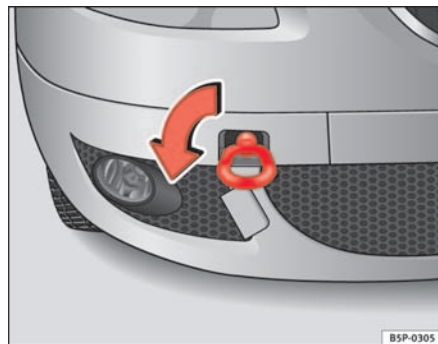
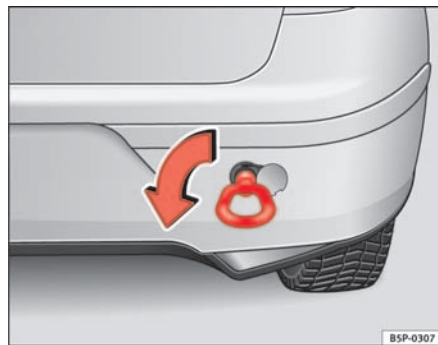

Fig. 201 Lato anteriore destro del veicolo: montaggio del gancio di traino anteriore
Fig. 202 Lato posteriore del veicolo: montaggio del gancio di traino
- Avvitare il gancio fino in fondo verso *sinistra* nel senso indicato dalla freccia o nel foro della parte anteriore → **fig. 201** o in quello della parte posteriore → **fig. 202**.